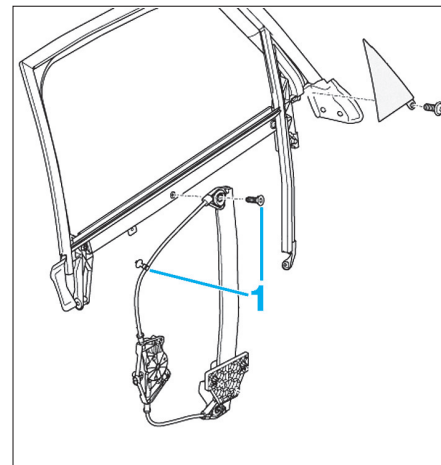

Fig. 55
- Déposer les fixations (1) du moteur de lève-vitre électrique ou manuel (Fig.55).